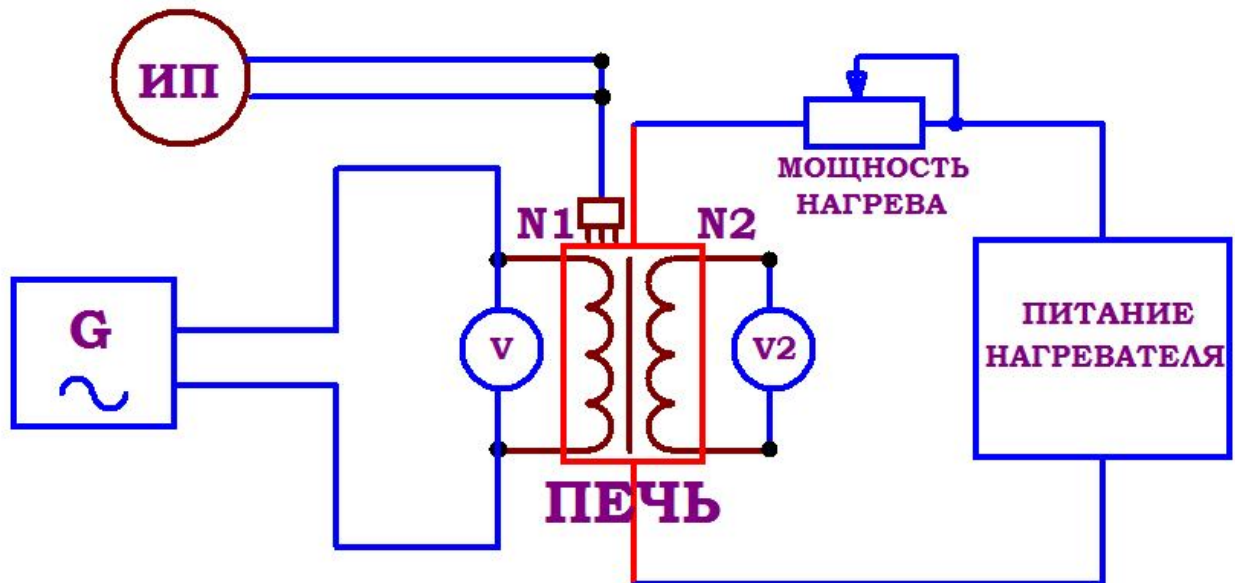

Рис. 1. Принципиальная электрическая блок-схема установки для определения точки Кюри ферромагнетика ФЭЛ-4.
Для определения точки Кюри в данной работе применяется установка, упрощённая принципиальная блок-схема которой приведена на рис. 1.
1. Перед началом работы ознакомится с принципиальной схемой учебной установки рис. 1, разобраться в назначении ручек, кнопок и измерительного прибора. Проверить целостность сетевого провода